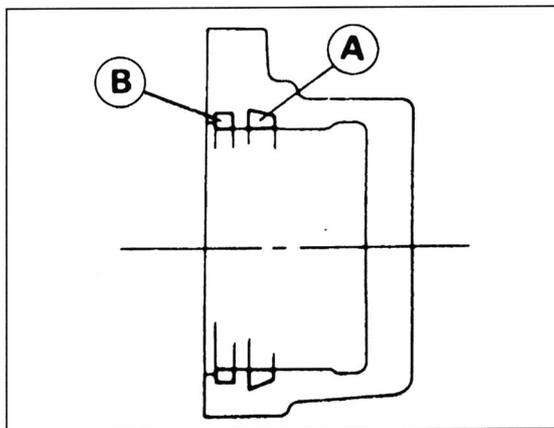

Bild 274
- Die Dicht- und Staubdichtringe (Bild 274) in Bremszylinder einsetzen. Darauf achten, dass Dichtlippen beim Einsetzen der Kolben nicht umgewendet werden.